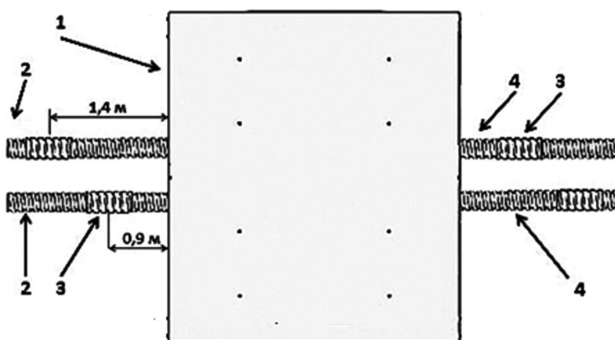

Рисунок 9.8 – Ввод труб «ССД-Пайп» в колодец «ККС 2,5-10 ССД-Пайп» с вмонтированными в торцевые стены соединительными муфтами
9.5.9 В колодцы с предустановленными в их стены соединительными муфтами (рисунок 9.7) длинные трубы из траншеи вводят в колодцы с помощью вставок из коротких отрезков труб и соединительных муфт (рисунок 9.8). Этот способ, по сравнению с заделкой раствором, позволяет выполнить ввод труб в колодец гораздо быстрее и проще.